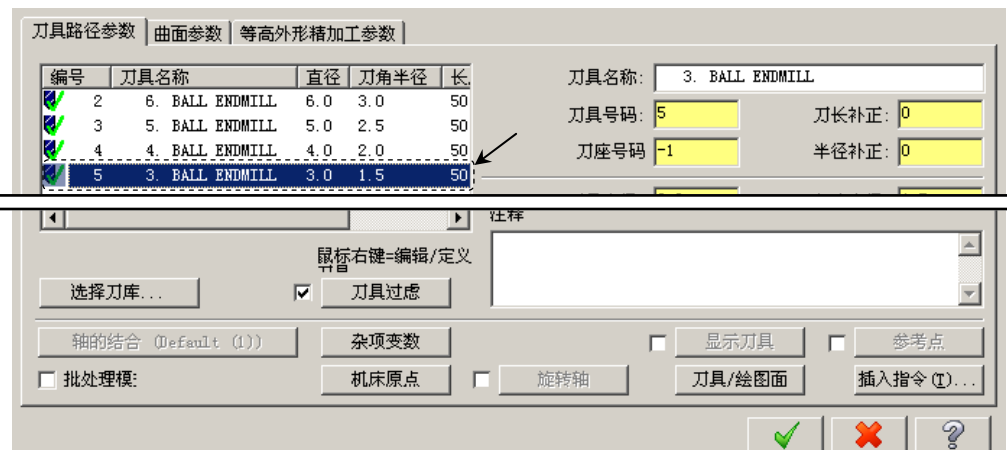

图 15.44 “选择刀具”对话框
Step3. 选择刀具。在“曲面精加工等高外形”对话框中，选择图 15.44 所示的刀具。